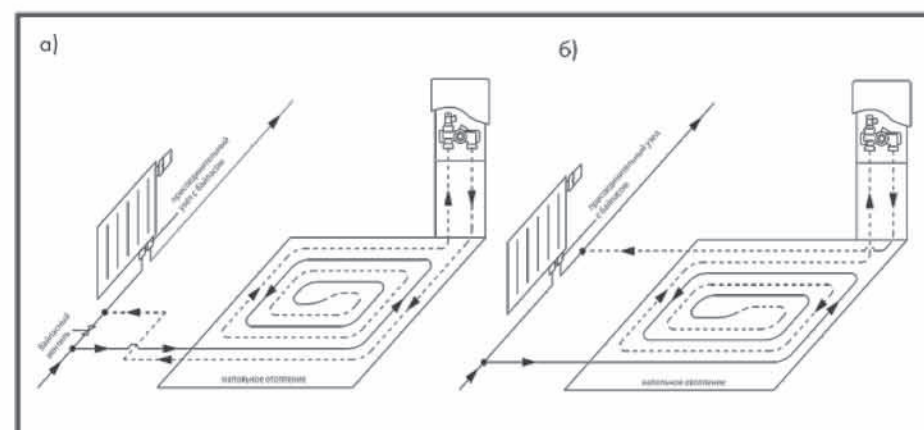

Рис. 2
Всем известно традиционное применение «Unibox» в двухтрубных системах отопления. Однако есть возможность использовать эти устройства и в однотрубной системе, как показано на рис. 2а и 2б.
Байпасный вентиль, например, «Combi LR» (рис. 2а), должен быть отрегулирован таким образом, чтобы через контур напольного отопления проходило достаточное количество теплоносителя. На рис. 2б присоединительный узел с байпасом Multiflex (CE) должен быть отрегулирован таким образом, чтобы при открытом вентиле радиатора через контур напольного отопления проходило достаточное количество теплоносителя, а при закрытом узле «Unibox» на вентильной вставке отопительного прибора не возникало шумов.